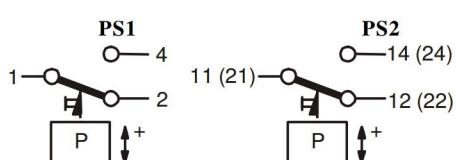

Fig. 3
(3) Соединение по давлению (Рис. 3)